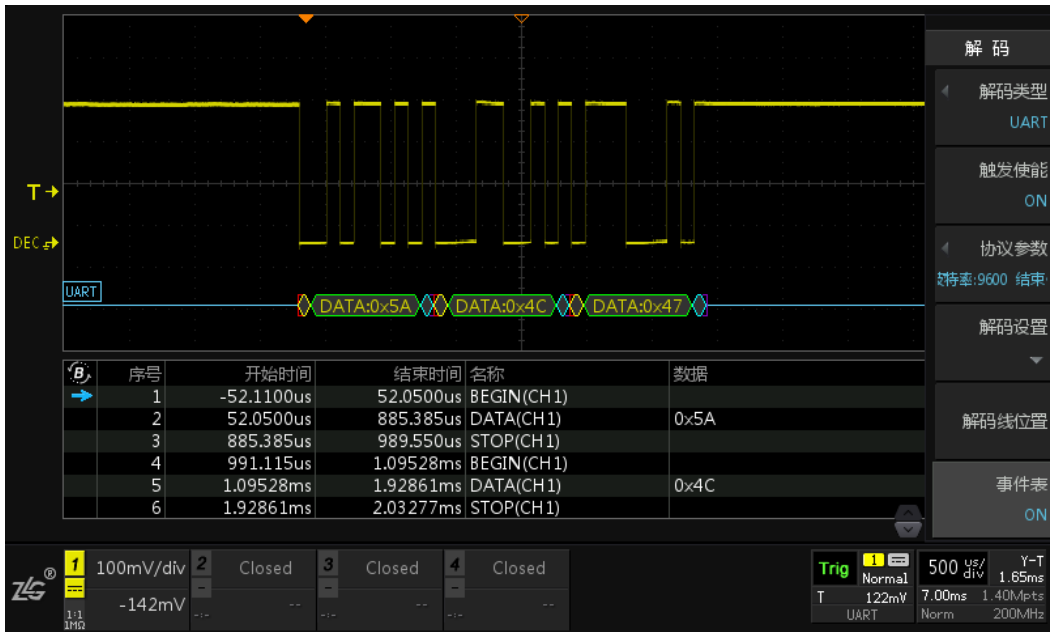

图 15-38 UART 协议触发与解码
- 7、按下【事件表】软键，使其显示“ON”，用户可以通过查看事件表更清晰地了解 UART 协议信号。同时可以通过旋转旋钮 B 来查看各个事件，在停止状态下，短按旋钮 B 可定位到选中的解码事件。如图 15-38 所示。在停止状态下可点击【事件导出】，具体可参考 21.4.1 报表生成。
- 8、UART 协议触发设置条件为 8 位数据位宽，触发数据为 0x5A（字符显示为 Z），波特率为 9600，1 位结束位宽，无校验模式，数据模式为默认的 LSB，电平无反相。由图 15-38 中所示可知 UART 协议触发点准确定位在数据 0x5A。